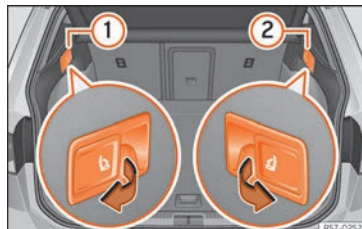

Fig. 162 Dans le coffre à bagages : leviers de déverrouillage à distance des parties gauche ① et droite ② de la banquette arrière.
- Tirez le levier de déverrouillage à distance de la partie gauche » fig. 162 ① ou droite ② du dossier dans le sens de la flèche. La partie débloquée du dossier arrière se rabat automatiquement vers l'avant.